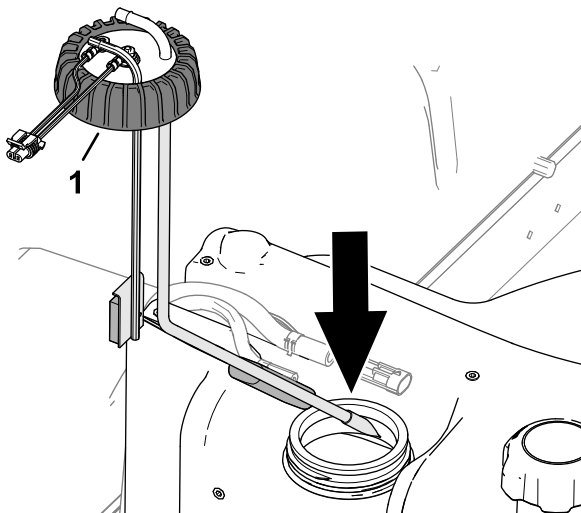

Figura 128
2. Coloque cuidadosamente el tubo de aspiración de combustible y el flotador en el depósito de combustible (Figura 128).